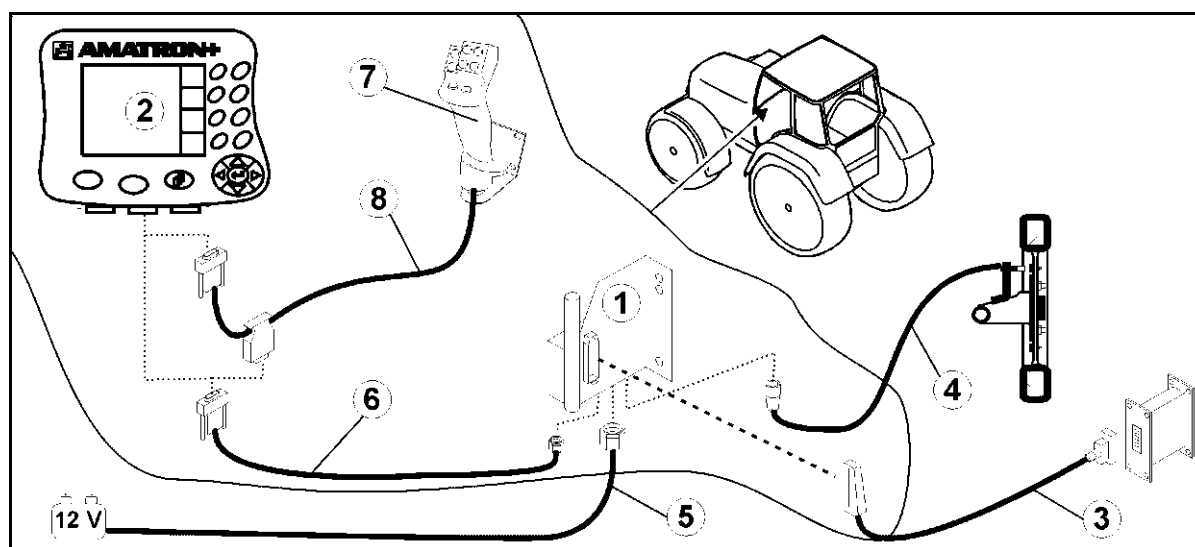
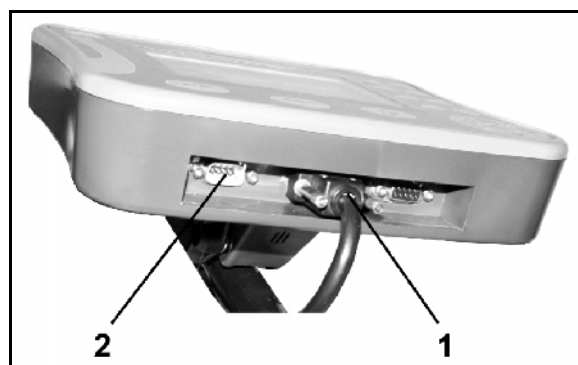

Fig. 1
Fig. 2
- Traktorens grunnutstyr (Fig. 1/1, konsoll med fordeler) må monteres vibrasjonsfritt og elektrisk ledende i førerhuset innenfor syns- og gripevidde for føreren.
- batteritilkoblingskabelen (Fig. 1/5).
- signalkabel for traktorsignalstikkontakt eller strekningsføler (Fig. 1/4).
- forbindelseskabel til AMATRON⁺ (Fig. 1/6).
- Sett AMATRON⁺ (Fig. 1/2) på traktorens grunnutstyr.
- Pluggen på forbindelseskabelen settes i (Fig. 1/6) den midtre 9-polede sub-D-kontakten (Fig. 2/1)
- Koble maskinen via maskinpluggen (Fig. 1/3) til AMATRON⁺.
Multifunksjonsspaken (Fig. 1/7) kobles til via en Y-kabel (Fig. 1/8).
- Det serielle grensesnittet (Fig. 2/2) gjør det mulig å koble til en PDA.